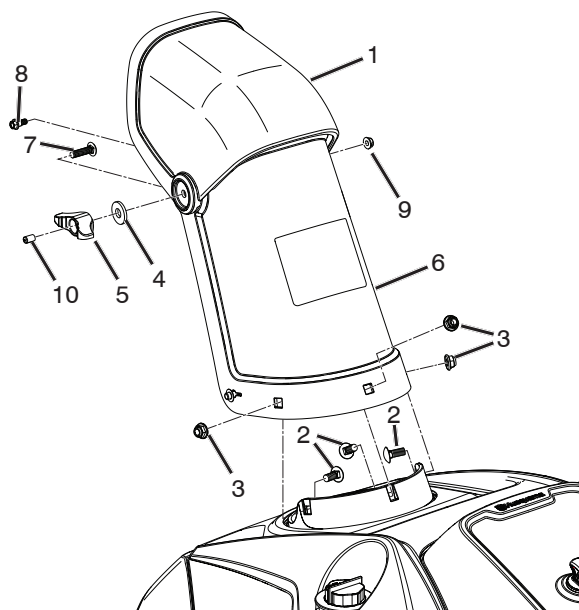

Figure 6
1. Poser le déflecteur de goulotte sur la goulotte de décharge à l'aide des vis et, de la rondelle, de l'écrou, du bouton de déflecteur et du capuchon du plongeur (Figure 6).